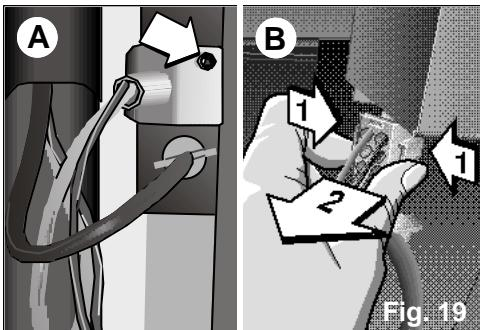

Fig. 19
- Per estrarre il collegamento elettrico, togliete la vite e rimuovete il coperchio che la copre, **Fig. 19 A**. Premete gli appendici laterali del connettore con cura ed estraetelo dalla propria sede. **Fig. 19 B.**
Assicuratevi che il collegamento elettrico rimane coperto dal coperchio e fissato dalla relativa vite. Fig. 19.